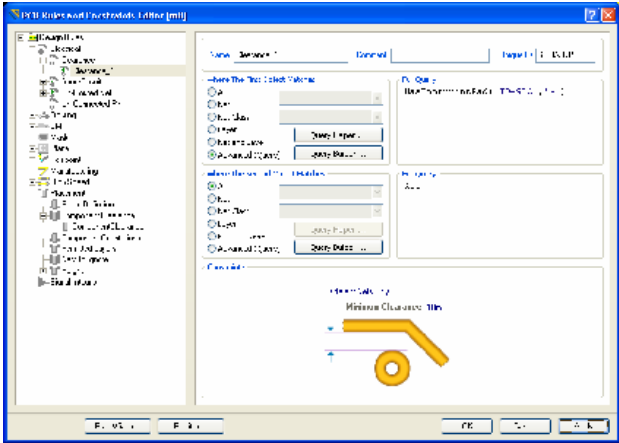

图6-35 使用PCB规则系统规定参数编辑器对话框创建规则。
3. 点击Advanced (Query)，再点击Query Helper从Memberships Checks去建立条件检索，或者也可以为第一个对象（图6-35）在接下来的条件检索中打印进去。